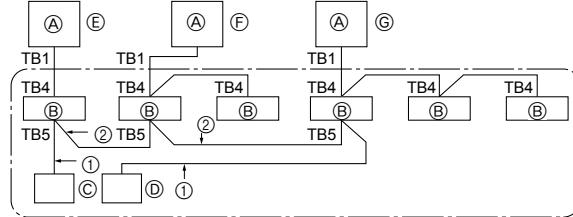

Fig. 9-1
① Elektrische voeding (stroomonderbreker).
② Zet na het sluiten van de gasafsluitkraan de SWP-schakelaar op het bedieningspaneel van het buitenapparaat op ON. De compressor (buitenapparaat) en ventilators (binnen- en buitenapparaat) slaan aan en het terugwinnen van de koelstof begint. LED1 en LED2 op het bedieningspaneel van het buitenapparaat branden.
③ Zorg ervoor dat de gasafsluitkraan snel wordt gesloten, aangezien het apparaat binnen twee tot drie minuten na het terugwinnen van de koelstof (LED1 en LED2 branden) automatisch stopt. Open als LED1 en LED2 branden en het buitenapparaat stopt de vloeistofafsluitkraan volledig, wacht drie minuten en herhaal vervolgens stap ②.
④ Schakel de elektrische voeding uit (stroomonderbreker).
9. Het systeem controleren (Fig. 9-1)
⑤ SW 1 - 3 ~ 6	ON